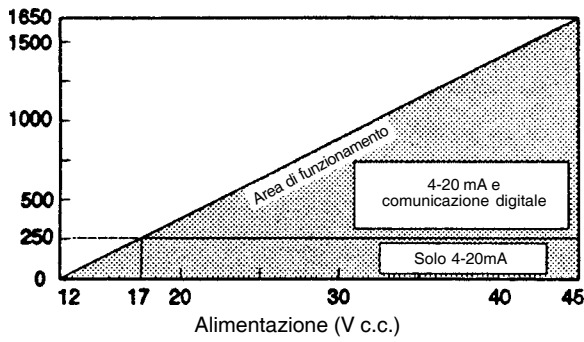
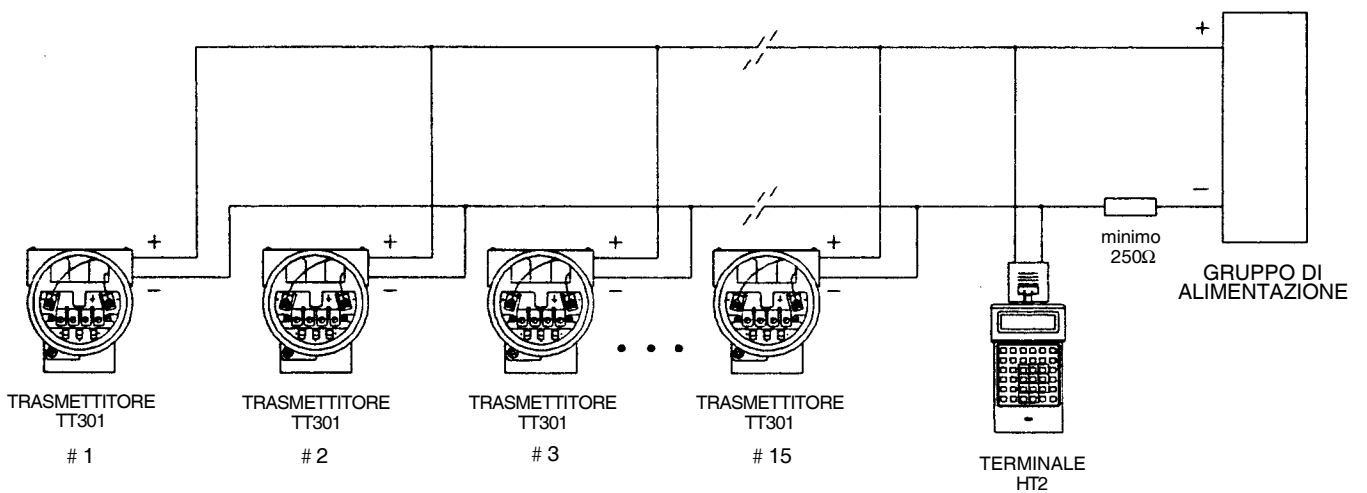

Fig. 1.6 - Diagramma di carico
Fig. 1.8 - Collegamenti elettrici del TT301 in configurazione multidrop
I collegamenti elettrici del **TT301**, configurato in multidrop, devono essere eseguiti secondo lo schema di fig.1.8. Va notato che il numero massimo di trasmettitori collegati alla stessa linea è di 15 e che gli stessi devono essere collegati in parallelo. Quando più trasmettitori sono collegati alla stessa linea, è necessario calcolare la caduta di tensione attraverso il resistore da 250 e quindi verificare che la tensione di alimentazione sia sufficiente (fig.1.6).
**NOTA:** Assicurarsi che il trasmettitore funzioni entro l'area operativa riportata nel diagramma di fig.1.6. La comunicazione digitale richiede un carico minimo di 250Ω.